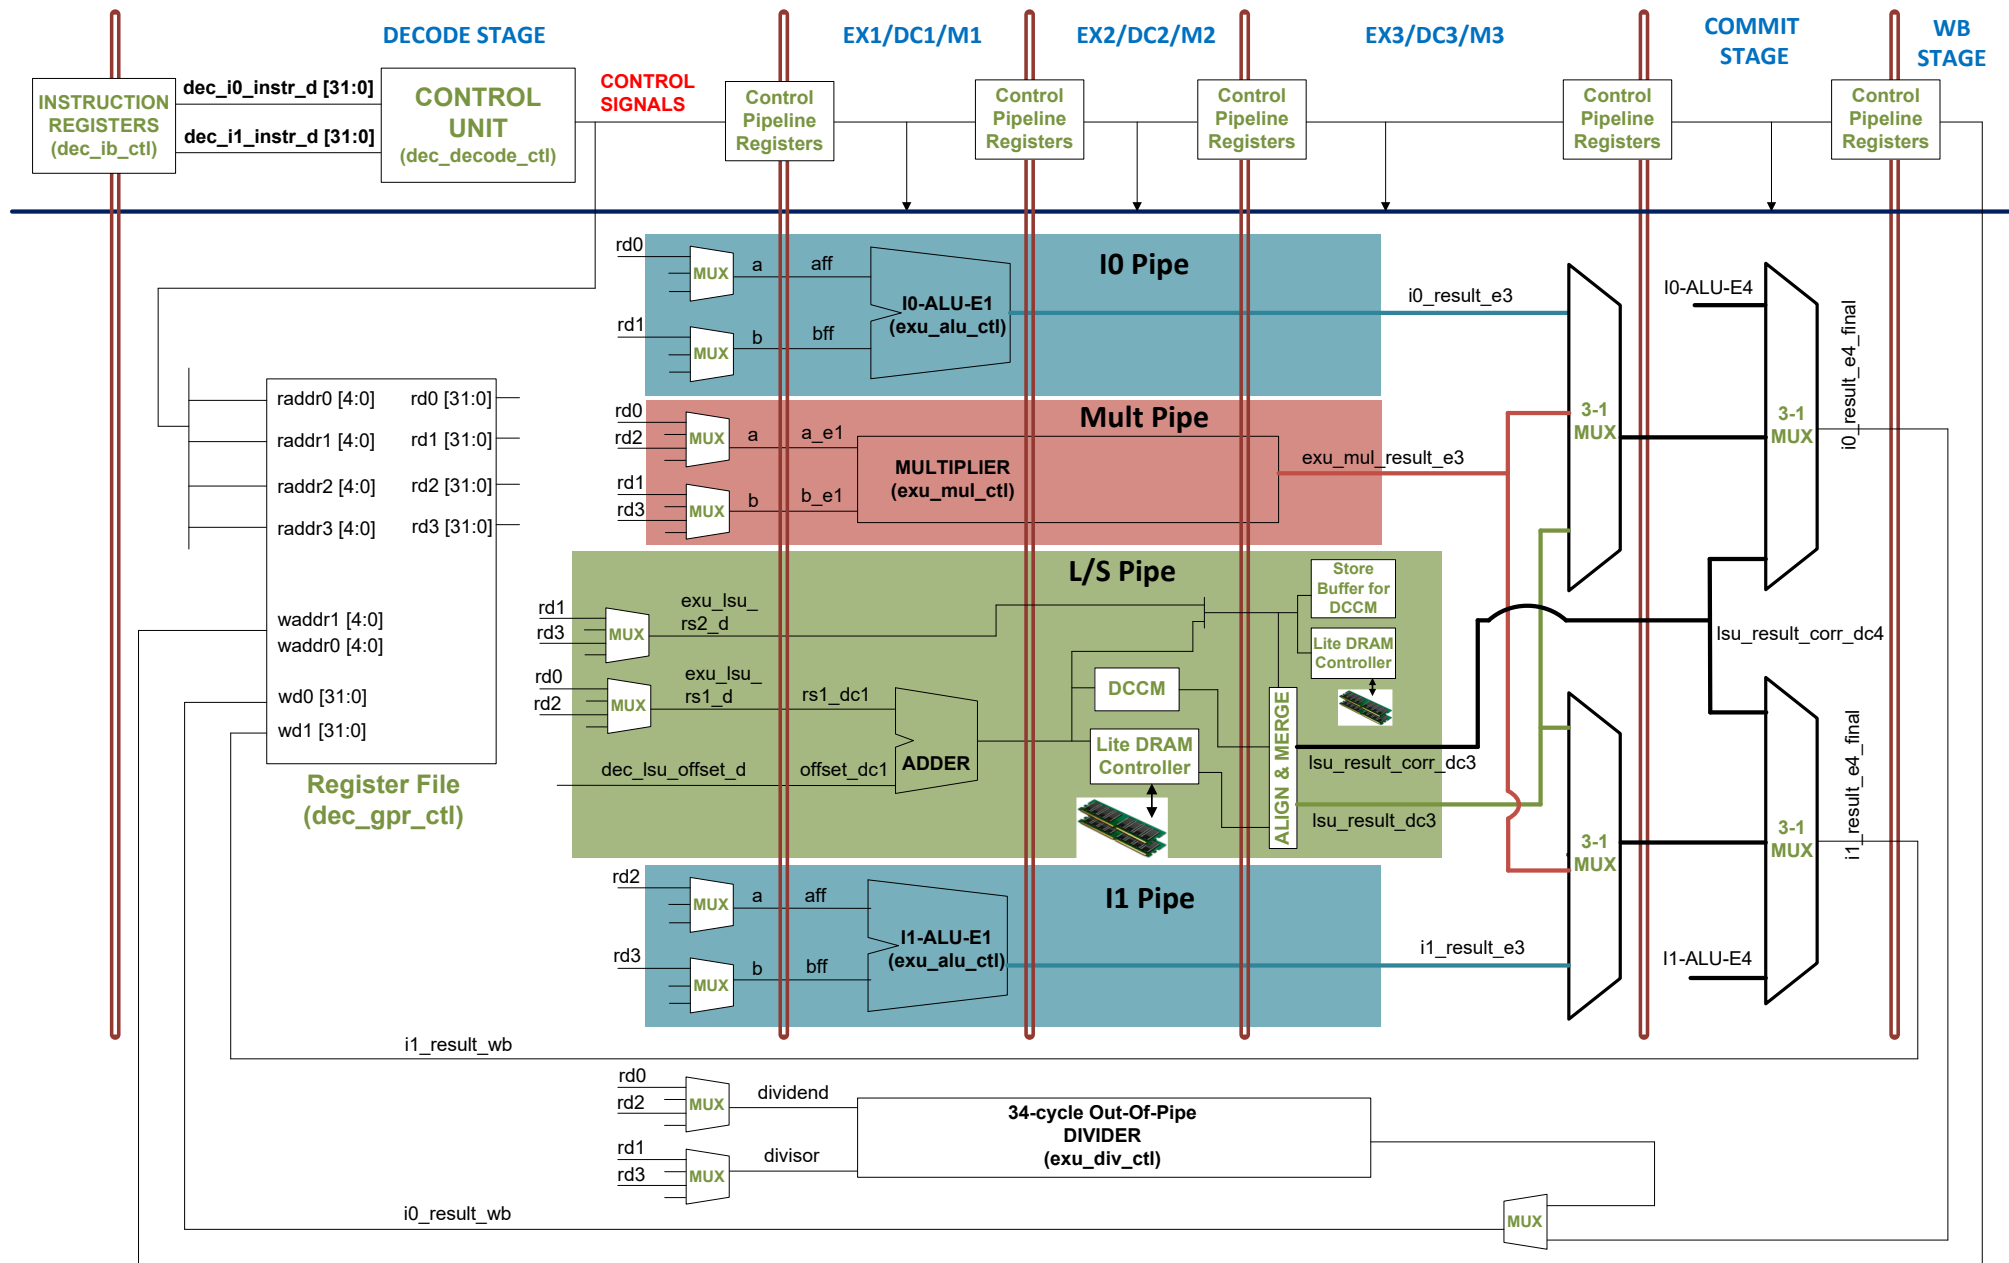
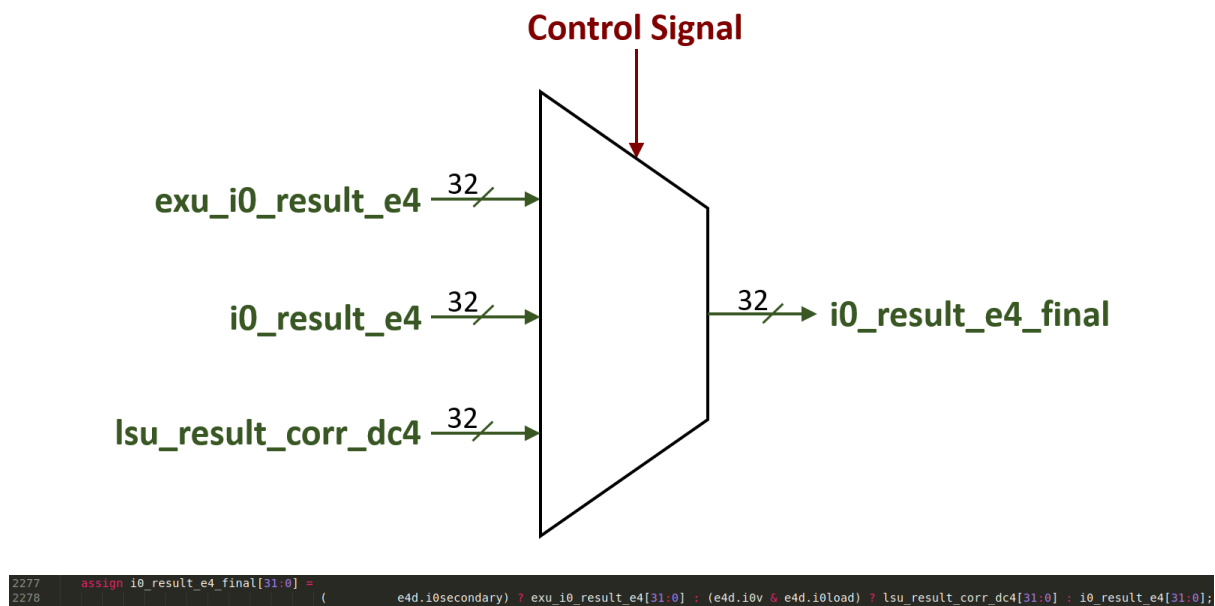
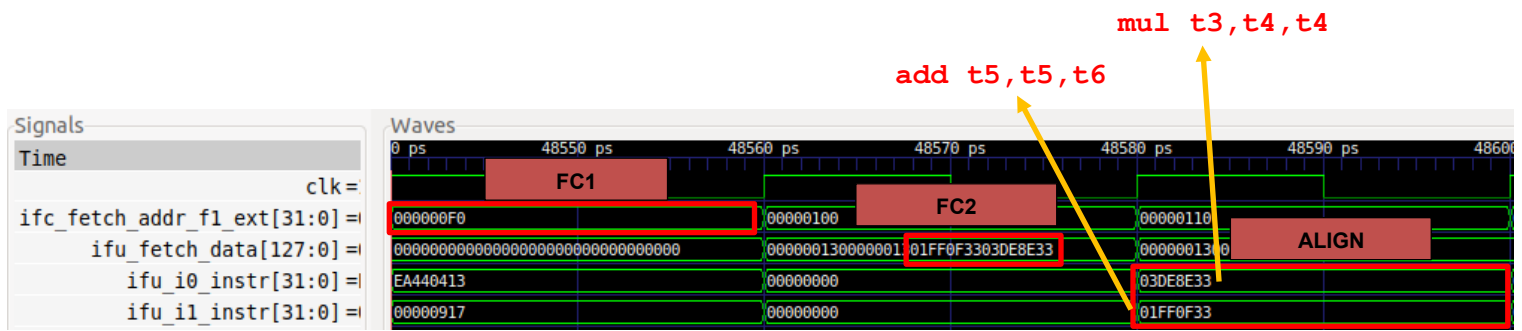
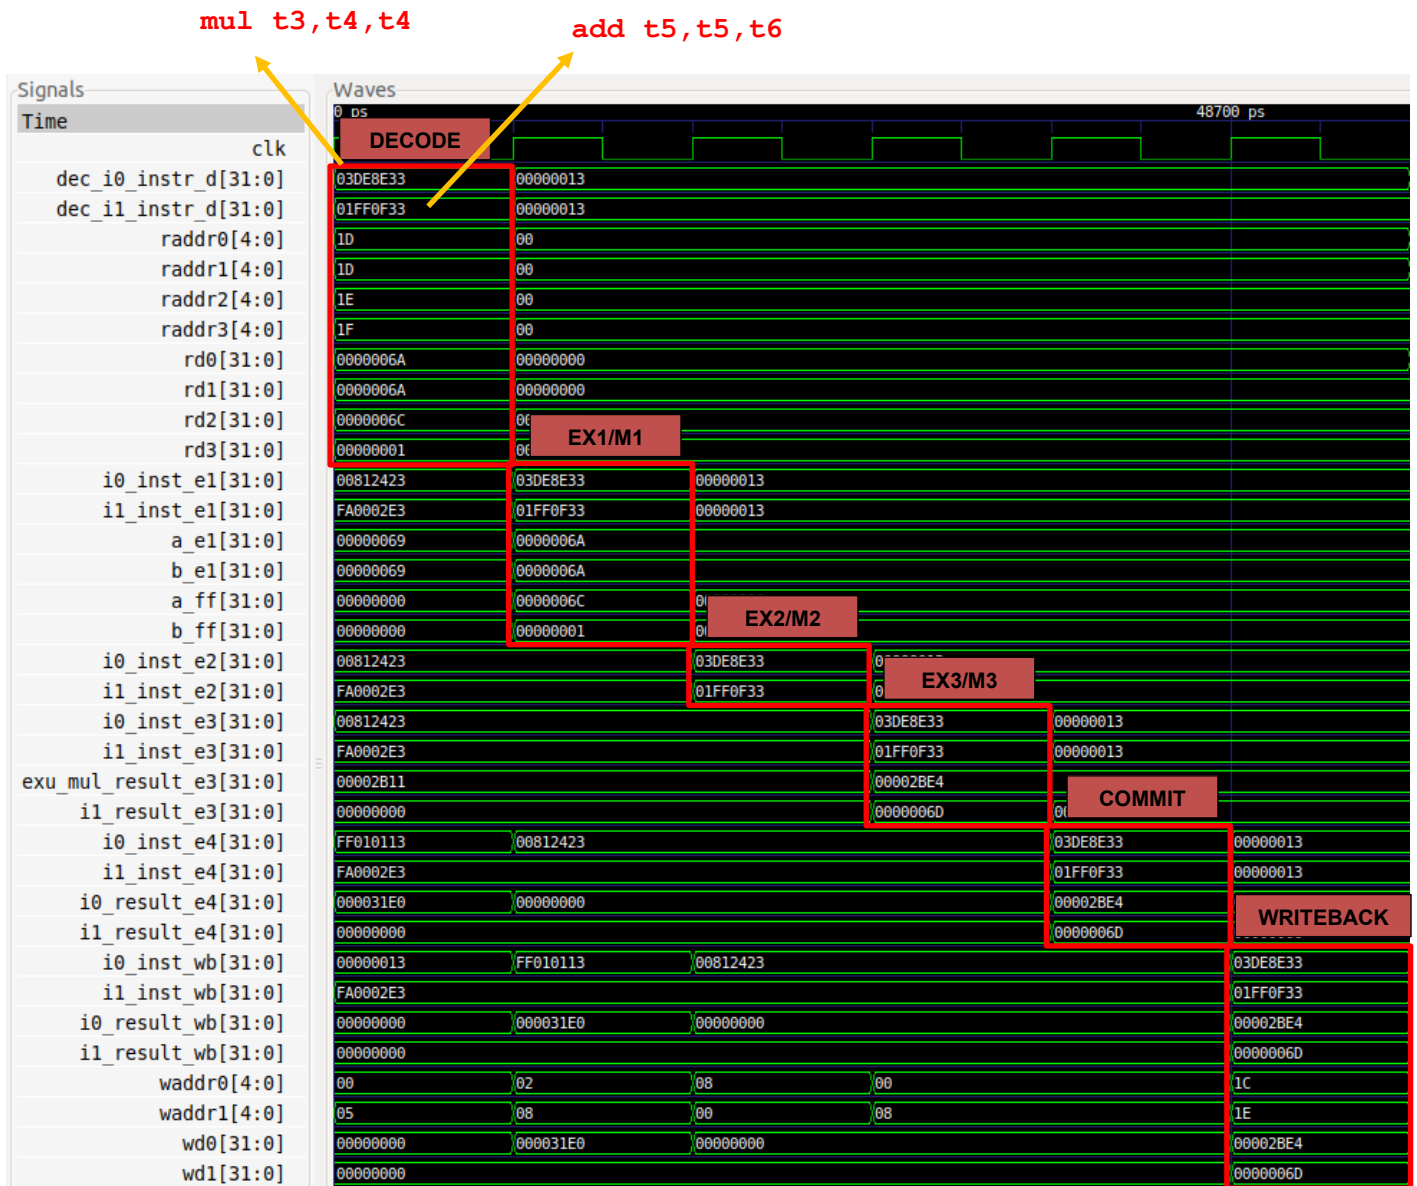

Figura 4. Visão simplificada dos andares de Decode, Execution, Commit e WB
Figura 9. Multiplexer 3:1 para seleccionar o resultado final: diagrama e Verilog
Figura 11. Simulação dos três primeiros andares do pipeline: FC1, FC2 e Align
Figura 12. Simulação dos andares finais: Decode, EX1/M1, EX2/M2, EX3/M3, Commit, Writeback
Nesta secção analisamos os andares de "Decode", "Execution", "Commit" e "Writeback" do pipeline SweRV EH1. A Figura 4 ilustra uma visão simplificada destes andares, que alargaremos em futuros laboratórios.
A Unidade de Controlo propaga estes sinais de controlo para os andares posteriores do pipeline utilizando registos do pipeline (identificados como **Control Pipeline Registers** na Figura 4), que são colocados entre cada andar do pipeline.
- **Distribuir as instruções pelos pipes apropriados e fornecer os operandos:** Como se pode ver na Figura 4, o SweRV EH1 inclui dois pipes de inteiros (I0 e I1), um pipe Multiply e um pipe de Load/Store (L/S). Além disso, inclui um divisor de 34 ciclos que se encontra fora do pipeline. Quando cada instrução é descodificada, o processador envia-a para um de quatro pipelines separados:
Para além de programar as instruções, os pipes devem ser dotados dos operandos correspondentes. Para esse efeito, vários multiplexers 3:1 e 4:1 (ver Figura 4) selecionam entre os operandos possíveis e propagam-nos para os andares seguintes utilizando registos de pipeline. Esses multiplexers são implementados nas linhas 279-328 do módulo **exu** (embora os multiplexers estejam dentro do módulo **exu**, eles operam no andar de decodificação). Os seus operandos de entrada podem vir de vários sítios:
- **Bypass Logic:** A maioria das dependências de dados são resolvidas no andar de decodificação através de bypasses, como analisaremos no Laboratório 15. As entradas provenientes da lógica de bypass não são identificadas nos multiplexers 3:1 e 4:1 da Figura 4 por uma questão de simplicidade - apenas são apresentados fios em branco.
- **Immediate:** Algumas instruções RISC-V utilizam o modo de endereçamento imediato, no qual o operando é fornecido diretamente a partir dos bits da instrução. As entradas provenientes do imediato não são mostradas nos multiplexers 3:1 e 4:1 da Figura 4 – apenas é apresentado um fio de entrada em branco).
- **Register File:** O Register File disponível no processador SweRV EH1 (Figura 6) tem 4 portos de leitura e 3 portos de escrita (note-se que o terceiro porto de escrita é ignorado no ficheiro de registo incluído na Figura 4 pois só é utilizada em situações específicas que analisaremos em laboratórios futuros). Estes portos de leitura/escrita permitem a execução de duas instruções por ciclo. As entradas provenientes do Register File são mostradas nos multiplexers 3:1 e 4:1
de Figura 4 utilizando apenas os nomes dos sinais. As ligações com o "Register File" não são mostradas por uma questão de simplicidade.
Cada porto de leitura/escrita tem um endereço de 5 bits ($raddr0 \dots raddr3$, $waddr0 \dots waddr2$), e um sinal de ativação de 1 bit ($rden0 \dots rden3$, $wen0 \dots wen2$) não apresentado na Figura 4. Os portos de escrita também têm uma entrada de dados de escrita de 32 bits ($wd0 \dots wd2$), e os portos de leitura têm uma saída de dados de leitura de 32 bits ($rd0 \dots rd3$). O Register File contém 32 registos de 32 bits, designados $x0-x31$, com $x0$ ligado a 0.
Pipes I0/I1: Os dois pipes de inteiros são mostrados a azul na Figura 4. Estão divididos em três andares denominados EX1, EX2 e EX3. Cada um destes dois pipes inclui uma ALU de latência de 1 ciclo em **EX1**, que é capaz de efetuar operações aritméticas como a adição ou a subtração, bem como operações lógicas como *and* e *or*. Os andares EX2 e EX3 executam poucas tarefas mas são necessários para sincronizar as instruções A-L com os outros tipos de instruções (como loads, stores, multiplicações, etc.) que requerem três ciclos para executar as suas operações. No Lab 12, analisaremos os pipes I0/I1 em mais pormenor.
Pipe de Multiplicação: O pipe multiply é mostrado a vermelho na Figura 4. Divide-se em três andares: **M1**, **M2**, e **M3**. Este pipe inclui um multiplicador de 3 ciclos capaz de efetuar multiplicações de números inteiros. No Lab 14, analisaremos o pipe Multiply em detalhe.
Pipe de Load/Store (L/S): O pipe L/S é mostrado a verde na Figura 4. No Lab 13 exploramos este caminho do pipeline em profundidade. As instruções de carregamento e armazenamento são executadas através do pipe L/S. Inclui 3 andares:
Divisor: O divisor é apresentado a branco na Figura 4. É uma unidade sem pipeline que requer até 34 ciclos para calcular o seu resultado. O Laboratório 14 analisa o divisor em mais pormenor.
Dois multiplexers 3:1: No final da terceira fase de execução (EX3/DC3/M3), como ilustrado na Figura 4, o resultado das instruções é selecionado a partir do pipe apropriado (I0/I1, MUL, ou L/S) usando dois multiplexers 3:1, um para cada via. Estes multiplexers estão localizados no módulo **dec_decode_ctl**. O multiplexer superior, associado à via 0, é mostrado na Figura 8. As três entradas para este multiplexer são:
No andar de Commit, dois multiplexers 3:1, um por via, selecionam o resultado a escrever no ficheiro de registo (ver Figura 4). O multiplexer superior, associado à via 0, é mostrado na Figura 9. Tem três entradas:
3. **Resultado da ALU secundária:** `exu_i0_result_e4`. Estas ALUs não são mostradas na Figura 4 para simplificar. Como já referimos, permitem que as instruções de aritmética-lógica sejam repetidas quando necessário devido a conflitos de dados (ver Lab 15 para mais pormenores).
TAREFA: Analisar os bits de controlo do multiplexer da Figura 9, que pode ser encontrado no módulo `dec_decode_ctl`.
A Figura 11 e 12 mostra as formas de onda do Verilator dos sinais do processador durante a execução do programa da Figura 10. A Figura 11 mostra os sinais dos três primeiros andares do pipeline (FC1, FC2 e Align - ver Figura 3). A Figura 12 mostra os sinais dos restantes andares (ver Figura 4). Dividimos os resultados em duas figuras por uma questão de coerência com a Figura 3 e a Figura 4, mas lembrem-se que estas duas instruções partem dos andares Align (à direita da Figura 11) para o andar de Decode (à esquerda da Figura 12).
TAREFA: Replicar a simulação da Figura 11 e da Figura 12 no seu próprio computador, seguindo estes passos (como descrito em pormenor na Secção 7 do GSG):
- Utilizar os ficheiros *test_1.tcl* e *test_2.tcl* (fornecidos em *[RVfpgaPath]/RVfpga/Labs/Lab11/ExampleProgram*) para abrir os mesmos sinais que os apresentados na Figura 11 e na Figura 12. Para o efeito, no GTKWave, clique em *File → Read Tcl Script File* e seleccionar o ficheiro *test_1.tcl* ou *test_2.tcl*.
Analisar o diagrama de forma de onda da Figura 11 e Figura 12 e os diagramas da Figura 3 e Figura 4 em simultâneo. As figuras incluem alguns sinais associados com cada um dos andares do pipeline. Os valores assinalados a vermelho correspondem às duas instruções (*mul* e *add*) à medida que passam pelo pipeline.
- **FC1:** No primeiro ciclo da Figura 11, o sinal *ifc_fetch_addr_f1_ext[31:0]* (o Program Counter, que é fornecido à memória de instruções) contém o endereço de (i.e., *aponta para*) a instrução *mul* (*ifc_fetch_addr_f1_ext* = 0x000000F0).
- **FC2:** No segundo ciclo da Figura 11, a Memória de Instruções fornece um novo sinal de 128 bits que inclui as duas instruções que estamos a analisar no exemplo (*mul* é apresentado a verde e *add* é apresentado a vermelho):
- **Align:** No último ciclo da Figura 11, as duas instruções são extraídas do novo sinal de 128 bits e distribuídas pelas duas vias que o SweRV EH1 possui.
- **Decode:** No primeiro ciclo da Figura 12, as duas instruções são decodificadas - isto é, os valores de registo das instruções são lidos a partir do Register File, e os bits de controlo são gerados (não mostrados na figura, mas pode adicionar alguns deles como descrito em *RVfpga_SweRVref.docx*). Os operandos (valores de registo) são colocados em *rd0*, *rd1*, *rd2*, e *rd3*.
- **EX1/M1, EX2/M2, EX3/M3 e Commit:** Nos três ciclos seguintes da Figura 12, a adição e a multiplicação são efectuadas. No final do EX3/M3, os resultados são seleccionados utilizando os dois multiplexers 3:1 e depois propagados para o andar de Commit.
- **Writeback:** No último ciclo da Figura 12, os resultados são escritos de volta no Register File.